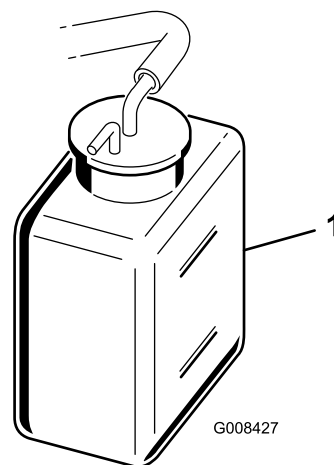

図 28
- 冷却液の量を点検する（図 28）。エンジンが冷えている状態で、補助タンク側面についている 2 本のマークの間であれば適正である。